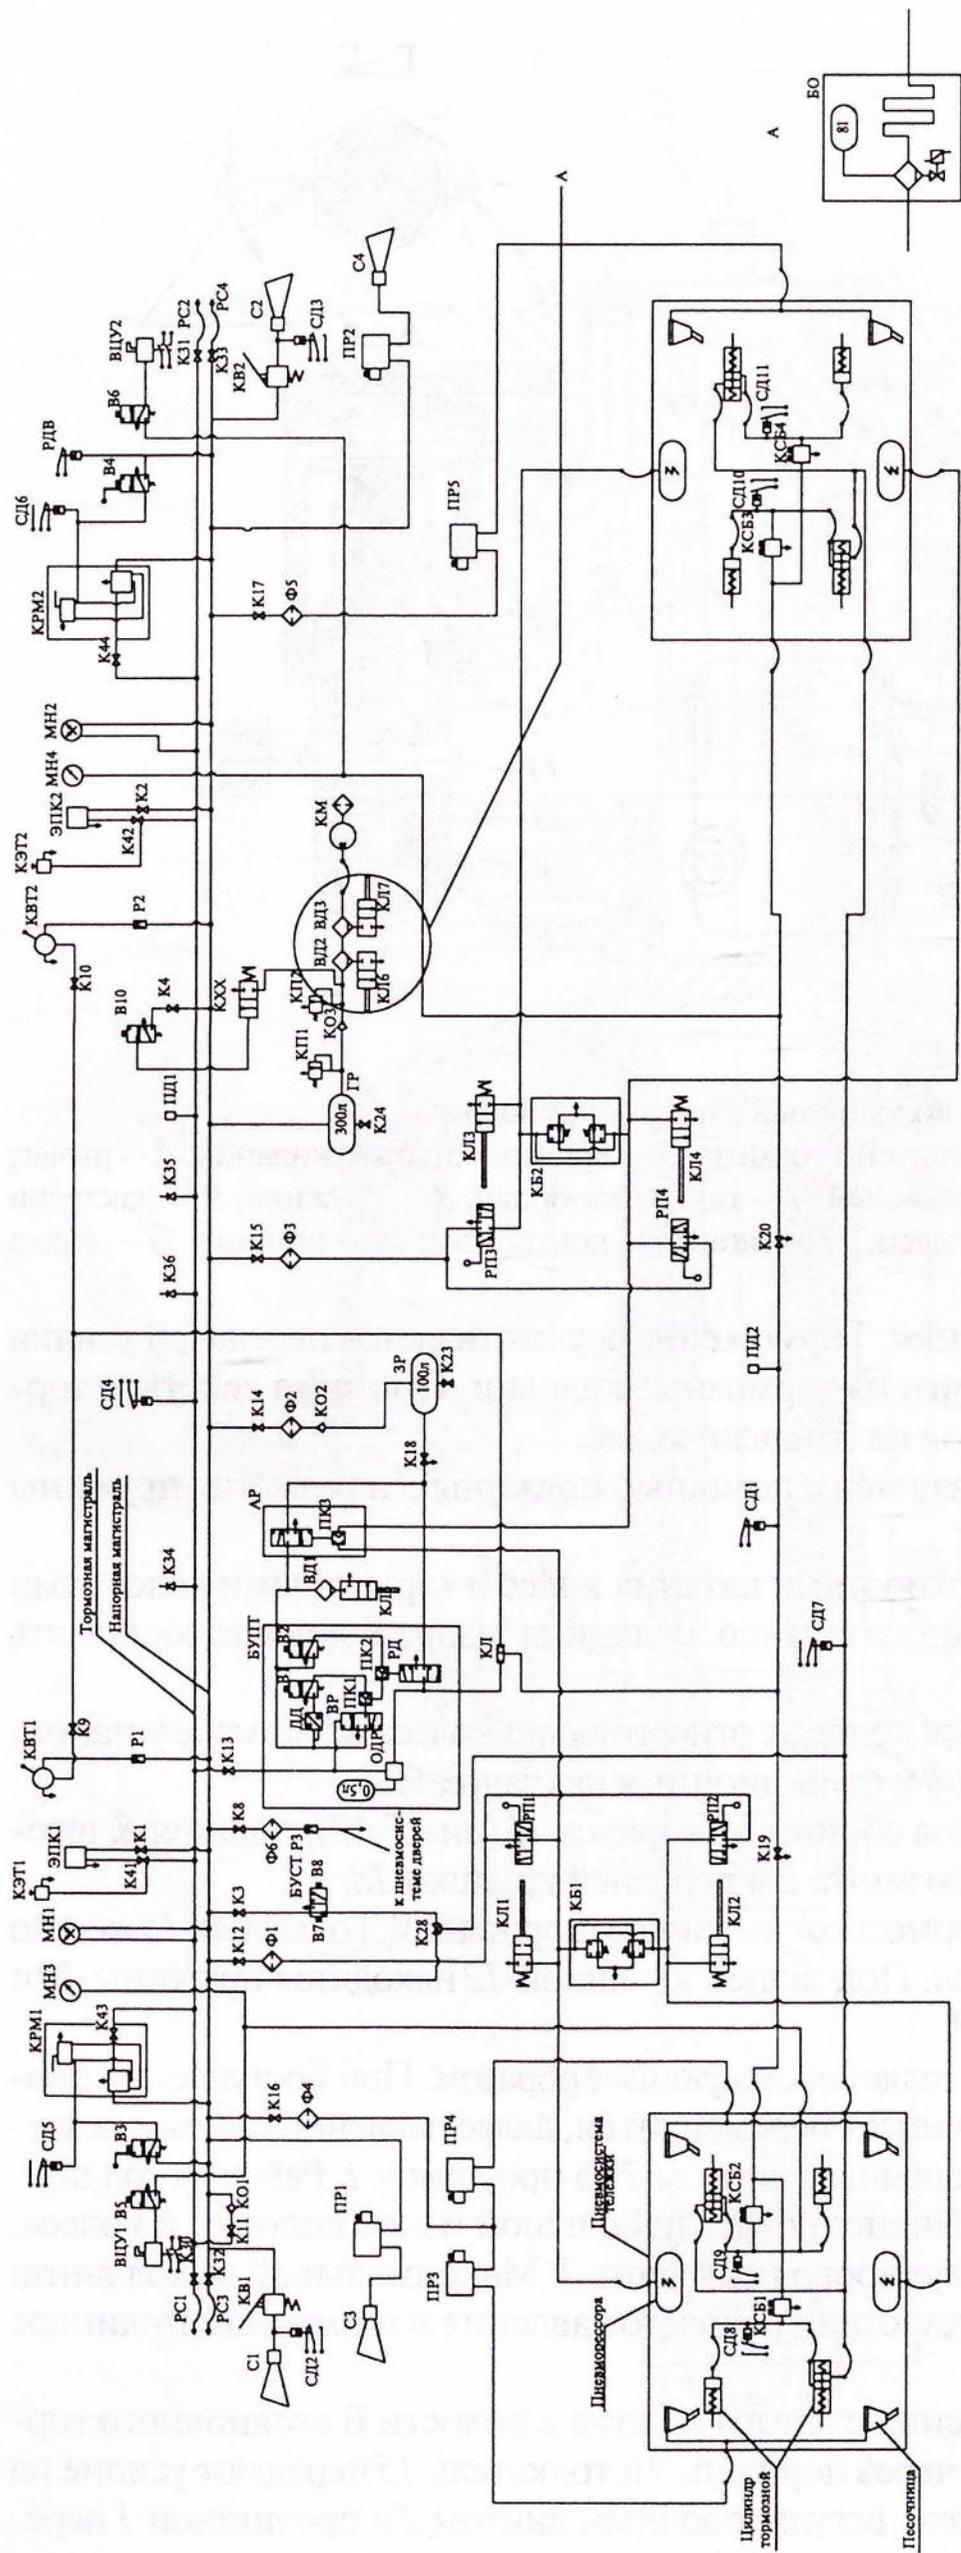

Рис. 3.13. Схема пневматической системы:
Для питания системы воздухом на двигателе установлен компрессор КМ (рис. 3.13). При работе компрессора, сжатый воздух проходя через влагомаслоотделители ВД2, ВД3 (или блок очистки и осушки сжатого воздуха БО № 660) поступает в резервуар ГР, создавая в нем запас воздуха. В трубопроводе подвода воздуха к резервуару установлены предохранительные клапаны КП, которые открываются при давлении воздуха  $1 \pm 0,01$  ( $10 \pm 0,1$ ) МПа. Давление в напорной магистрали поддерживается в пределах  $0,65 \dots 0,8$  ( $6,5 \dots 8,0$ ) МПа, а в тормозной магистрали, в зависимости от положения ручки тормозного крана, от нуля до  $0,51$  ( $5,1$ ) МПа. Давление в магистралях контролируется манометрами МН1 и МН2, расположенными в кабинах машиниста. Красная стрелка показывает давление в тормозной магистрали, а черная — в напорной. Давление в тормозных цилиндрах контролируется манометрами МН3, МН4.
**Пневмопривод остановочных тормозов** состоит из тормозной управляющей магистрали, кранов машиниста КРМ1 и КРМ2, блока управления пневматическим тормозом (БУПТ), авторежима АР, резервуара ЗР, тормозных цилиндров (см. рис. 3.13).
И в том и в другом случае подается сигнал на электромагнитный вентиль В1, который открывает кран от авторежима через делитель давления, уменьшающий давление в 2,2 раза, к переключательным клапанам ПК1 и ПК2 и реле давления РД. Реле давления открывает канал для поступления воздуха из резервуара ГР к рабочим тормозам. Рабочее давление в тормозных цилиндрах контролируется по однострелочным манометрам МН3 и МН4 (см. рис. 3.13).
- открытием стоп-кранов К36, К37 (см. рис. 3.13) в тамбурах салона.
**Пневмопривод стояночных тормозов** состоит из магистрали, связывающей напорную магистраль с тормозными магистралями стояночных тормозов. В магистрали стояночного тормоза в кабине А установлены кран управления КЗ (см. рис. 3.13) и блок управления стояночным тормозом БУСТ.